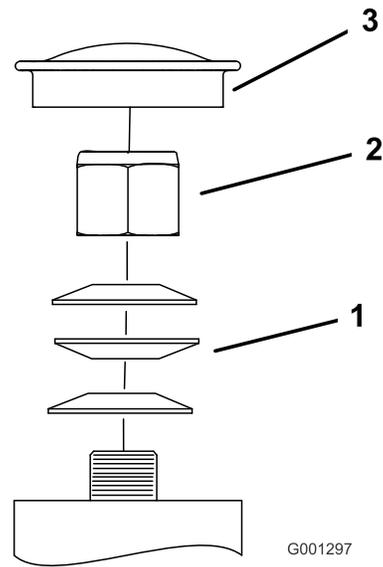

Figura 60
3. Retire el tapón anti-polvo de la rueda giratoria y apriete la contratuerca (Figura 60).
4. Apriete la contratuerca hasta que las arandelas de muelle estén planas, luego afloje 1/4 de vuelta para establecer la pre-carga correcta de los cojinetes (Figura 60).
Importante: Asegúrese de que las arandelas de muelle están correctamente instaladas, según muestra Figura 60.
5. Coloque el tapón anti-polvo (Figura 60).